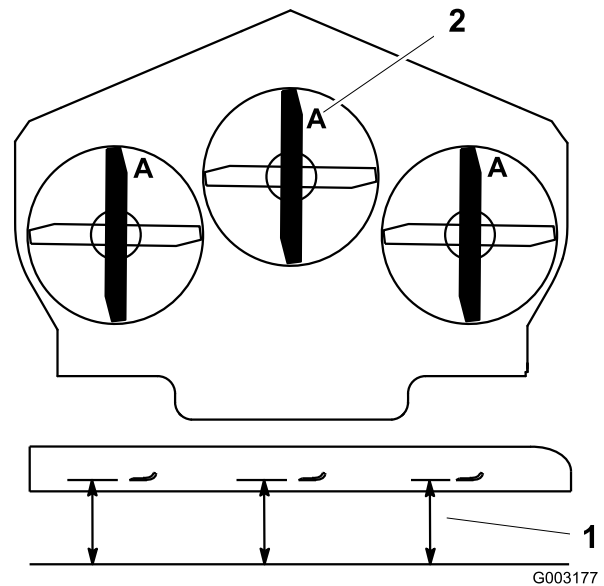

Bild 83
3. Drehen Sie die Schnittmesser, bis die Enden nach vorne und hinten gerichtet sind (Bild 83). Messen Sie von einer ebenen Fläche bis zu den Schnittkante (Position A) der Messer (Bild 83). Notieren Sie diesen Wert.